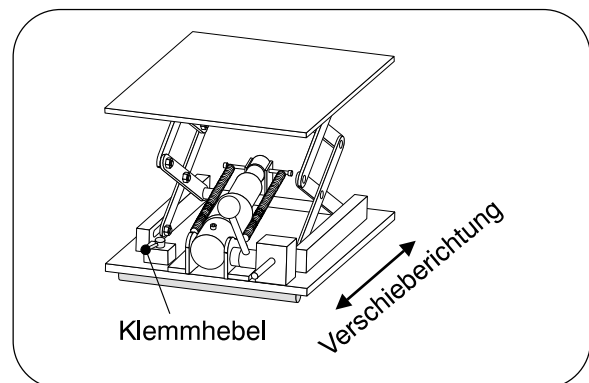

Bild 8
- Klemmhebel öffnen (Bild 8)
- Hebebühne langsam und vorsichtig verschieben (Bild 8)